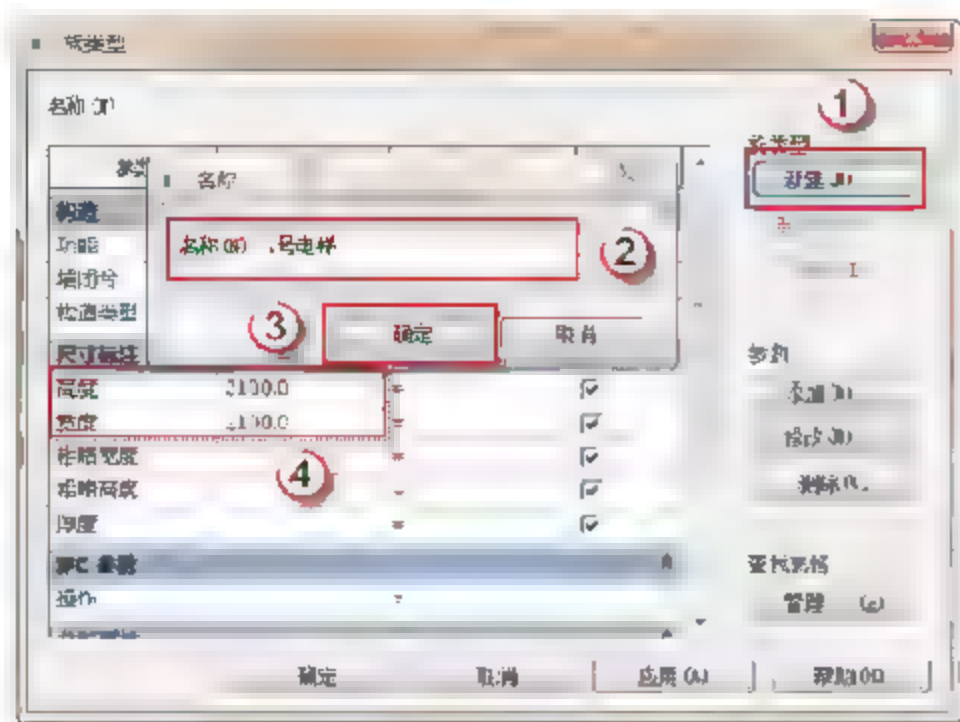

图 8.4.3 新建族类型
(3) 新建族类型。选择“创建”→“族类型”命令，在弹出的“族类型”对话框中单击“新建”按钮，在弹出的“名称”对话框中修改名称为“1号电梯”，单击“确定”按钮返回“族类型”对话框，并分别更改高度和宽度为“2100”和“1100”，如图8.4.3所示。